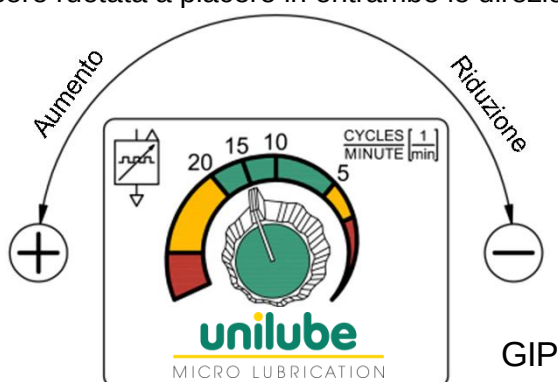

Fig. 12: Generatore di Impulsi Pneumatico - impostazione numero di cicli ($5 \div 20$ impulsi/min)
6.5 Impostazione dell'aria miscelata: l'aria miscelata genera, a partire dalle particelle in gocce, un film microlubrificante fine e influenza il grado di formazione di aerosol con un rapporto di miscelazione di lubrificante/aria di circa 1 : > 1 milione, nonché la rimozione di trucioli, ecc. L'impostazione viene effettuata individualmente per ogni ugello tramite la relativa manopola con testa zigrinata (Fig. 12 contrassegno "AIR"). L'intervallo di regolazione presenta una curva caratteristica quasi lineare ed è limitato a 2 giri (max. 100 Nl/min per ogni ugello a 6 bar di pressione di esercizio). L'intervallo di lavoro ottimale in caso di utilizzo dell'ugello standard è compreso tra 0,5 e 1,5 giri.
8.2.4 Innalzare il numero di cicli del trasmettitore di impulsi a circa 60 (-120) impulsi/minuto (*Fig. 12* e Capitolo 6.3). Nella versione con Valvola di Controllo della Pompa elettrica (opzione), scegliere l'impostazione per lo sfiato nel controllo macchina (in funzione della programmazione lato cliente).
8.2.5 Ridurre la quantità d'aria dell'ugello attraverso la vite di regolazione dell'aria (*Fig. 12*) portandola a 0,5 giro.